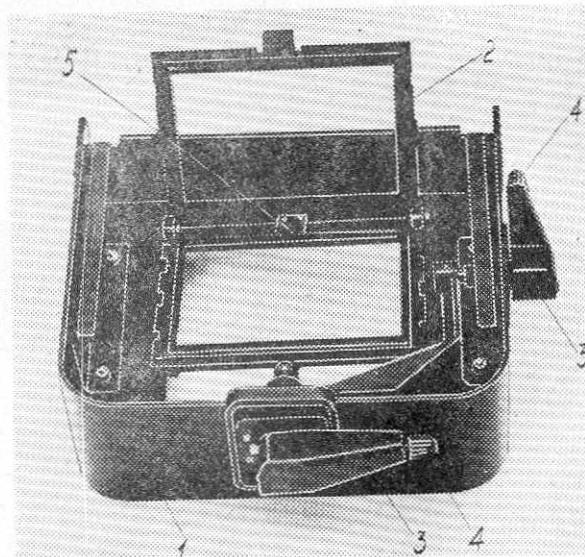
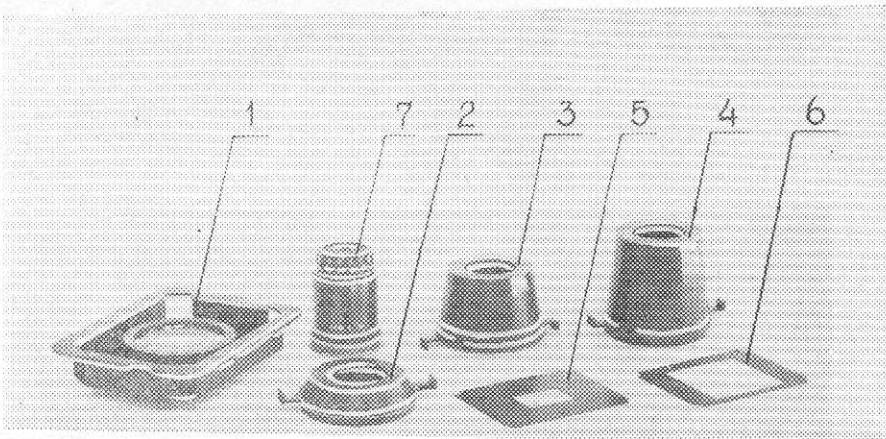

Рис. 11. Негативодержатель для трансформирования снимков:
Рис. 13. Комплект сменных частей:
При работе с негативом на 61,5-миллиметровой пленке установите в тубус стакан 4 (рис. 13) с объективом «Вега 5У» и выверните тубус в крайнее нижнее положение (до упора).
Конструкция негативодержателя для трансформирования снимков (рис. 11) позволяет устанавливать единичный негатив форматом до 60x90 мм и наклонять его на определенный угол до исправления перспективы.
Негатив размещается между двумя прижимными стеклами. Снизу на поворотную раму устанавливается диафрагма-вкладыш (см. рис. 13) для соответствующего размера кадра и закрепляется пружинами.
- закрепите на раме 2 (рис. 11) снизу соответствующую диафрагму (позиция 5 или 6, рис. 13);